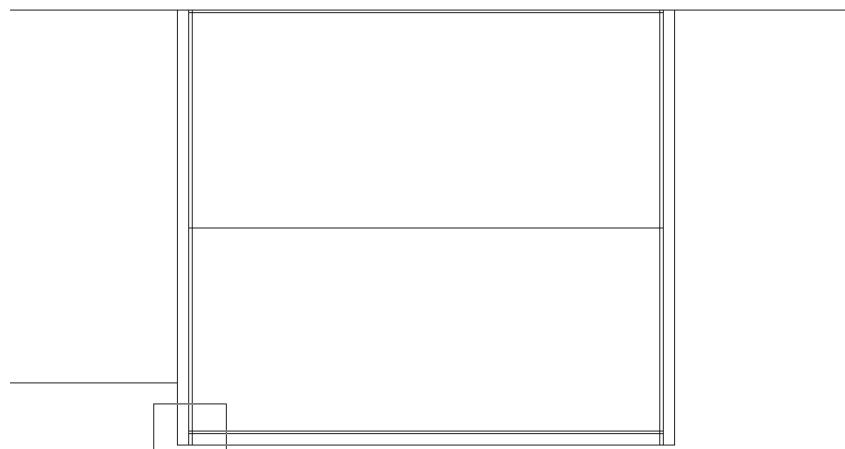

Рис. 4.31 ▼ Определение с помощью инструмента **Окно зумирования** (Zoom Window) фрагмента, подлежащего увеличению
10. Охватите рамкой масштабирования левый нижний угол контура парты, как показано на рис. 4.31.